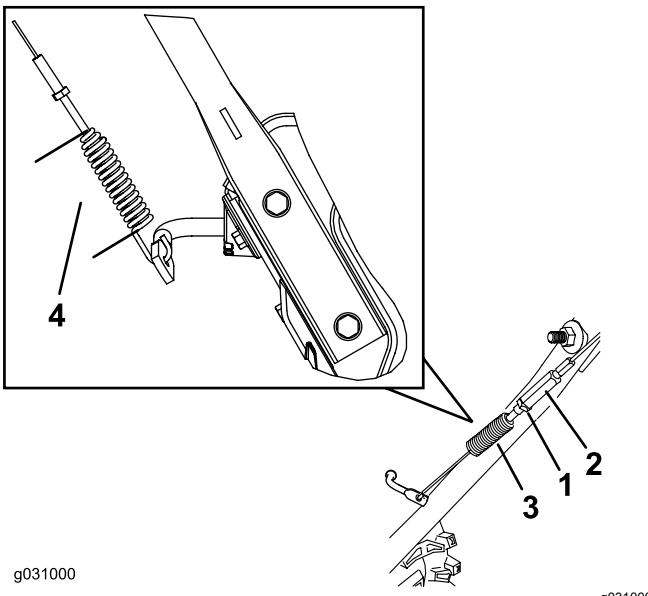

Figura 29
- Afloje o apriete el tensor para ajustar la longitud del muelle a 7 cm, como se muestra en la Figura 29.
- Apriete la contratuerca (Figura 29), asegurándose de que hay una ligera tensión en el cable.